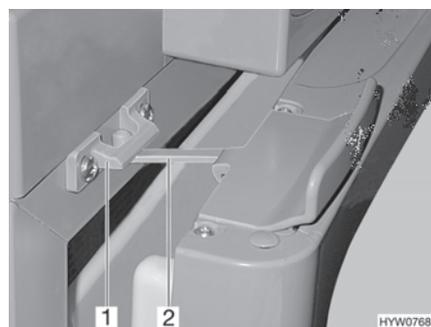

Fig. 135 Porte du réfrigérateur en position de ventilation (Thetford)
- Ouvrir le verrouillage (Fig. 135,2) et l'enclencher dans le logement de verrouillage (Fig. 135,1). La porte du réfrigérateur reste ainsi légèrement ouverte.